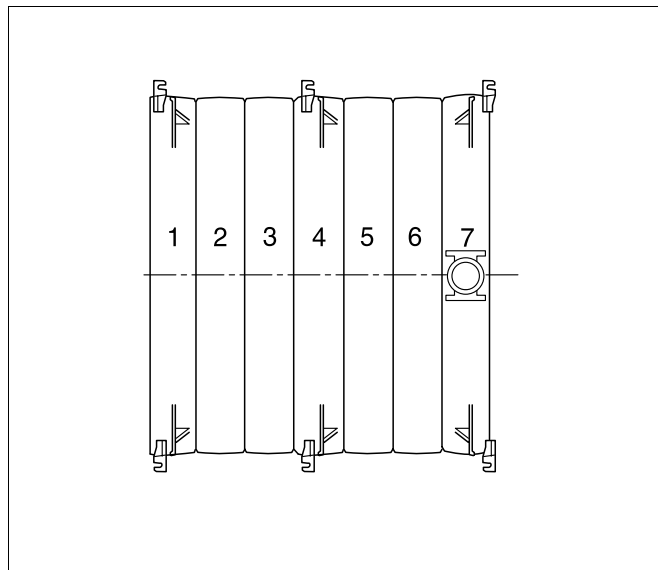
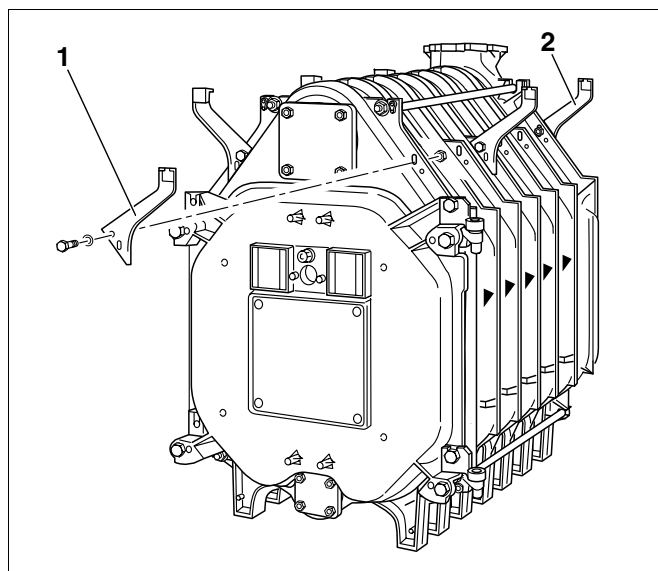

Рис. 35 Вид сверху: котел (7 секций) с кронштейнами
Рис. 36 Установка кронштейнов
- Слегка закрепить болтами кронштейны для обшивки котла слева и справа к верхним ребрам секций котла в соответствии с приведенной ниже таблицей, а также с рис. 35 и рис. 36.
- Кронштейны на задней секции (рис. 36, поз. 2) крепите к ребрам сзади.
- Кронштейны передней и средней секций (рис. 36, поз. 1) крепите только спереди.